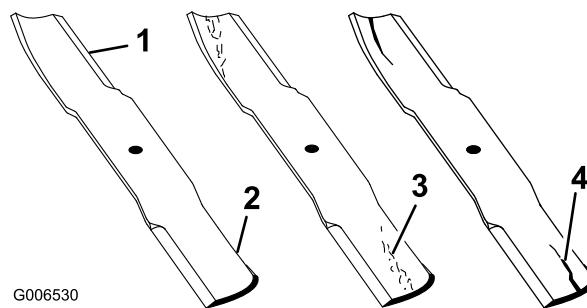

Figure 76
- Examinez le tranchant des lames (Figure 76). Si les lames sont émoussées ou présentent des indentations, déposez-les et affûtez-les. Voir Affûtage des lames.
- Inspectez les lames, surtout la partie relevée (Figure 76). Remplacez immédiatement toute lame endommagée, usée ou qui présente une entaille (Figure 76).